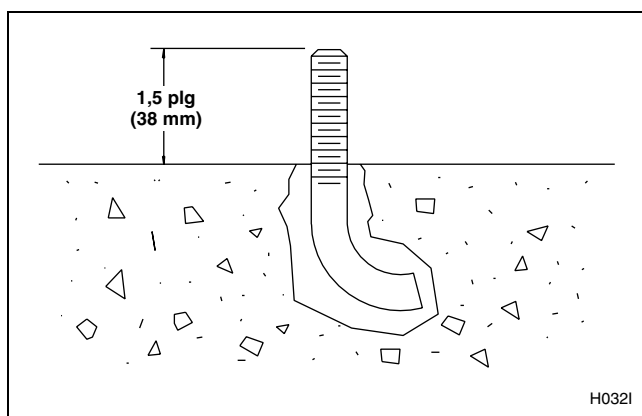

Figura 13
6. Verifique que los pernos en J estén en su lugar correcto y que sobresalga 1,5 plg (38 mm) de cada perno en J sobre el piso. Consulte la *Figura 13*.